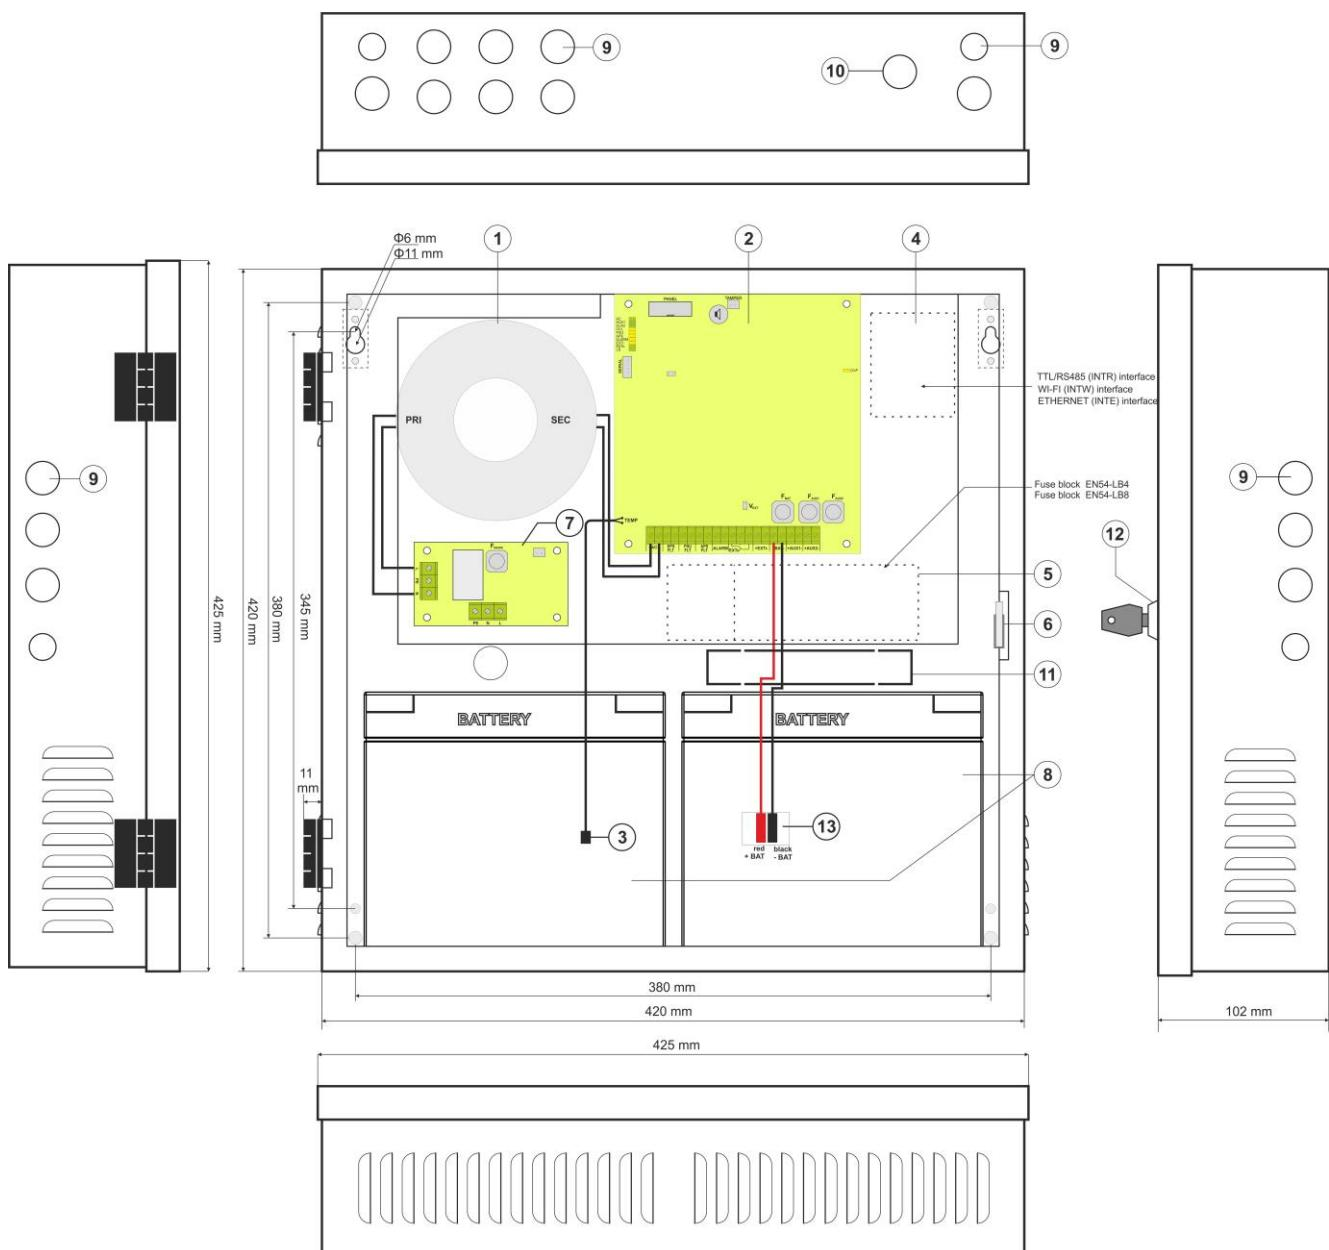

Abb. 4. Ansicht des Netzteils
Tabelle 3. Elemente des Netzteils (Abb. 4)
- Die Akkus am gewählten Platz im Gehäuse montieren (Abb. 4) Der Akku mit der Platte des Netzteils mit Beachtung der entsprechenden Polarität verbinden. Die Akkus bedürfen der Reihenschaltung mit Hilfe der speziellen Leitung, die sich im Lieferumfang des Netzteils befindet.